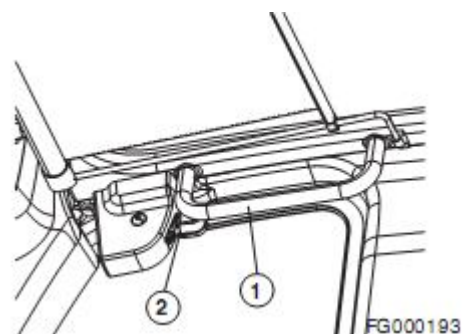

Рисунок 140
Вставьте конец ремня (1, рисунок 140) в пряжку. Потяните конец ремня, чтобы убедиться, что он надежно закреплен в пряжке.
3. Удерживая верхние ручки (1, рисунок 140) переднего стекла обеими руками, потяните стопорные рычаги (2, рисунок 140), чтобы освободить фиксатор.